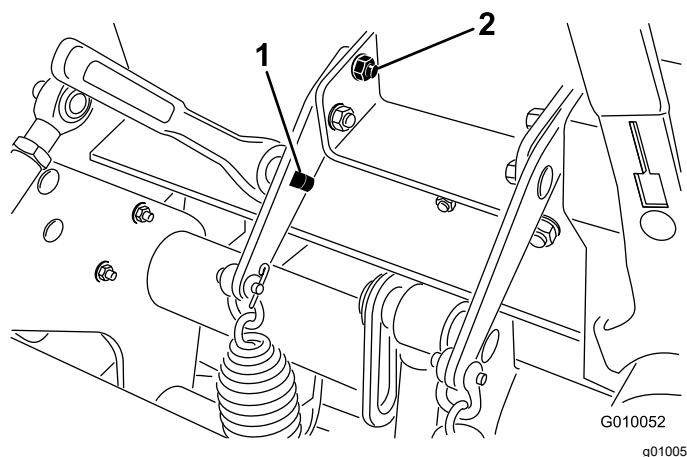

Рисунок 28
3. Вставьте на 1/2 дюйма ключ-трещотку или длинный торцевой ключ в квадратное отверстие планки пружины (Рисунок 28).